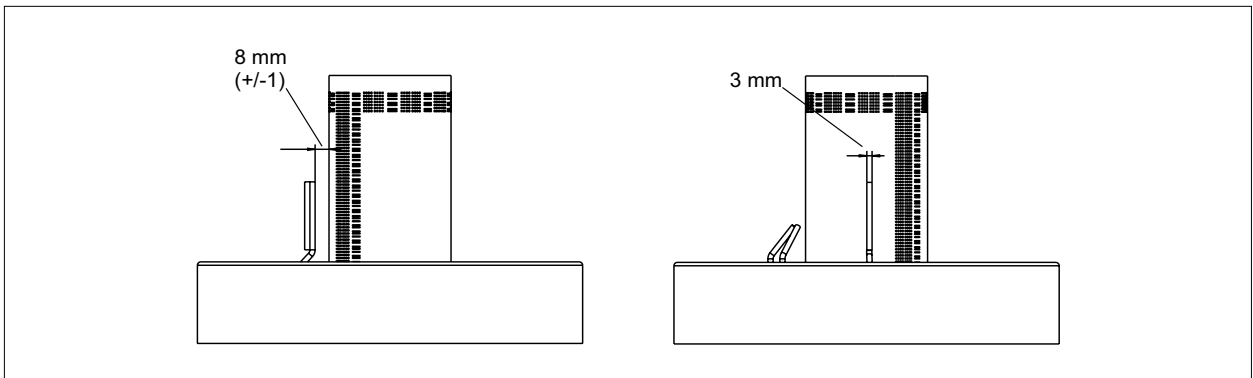

Abb. 6.4 Abstände Ionisationselektrode
- ▶ Abstände nach Abb. 6.4 prüfen.